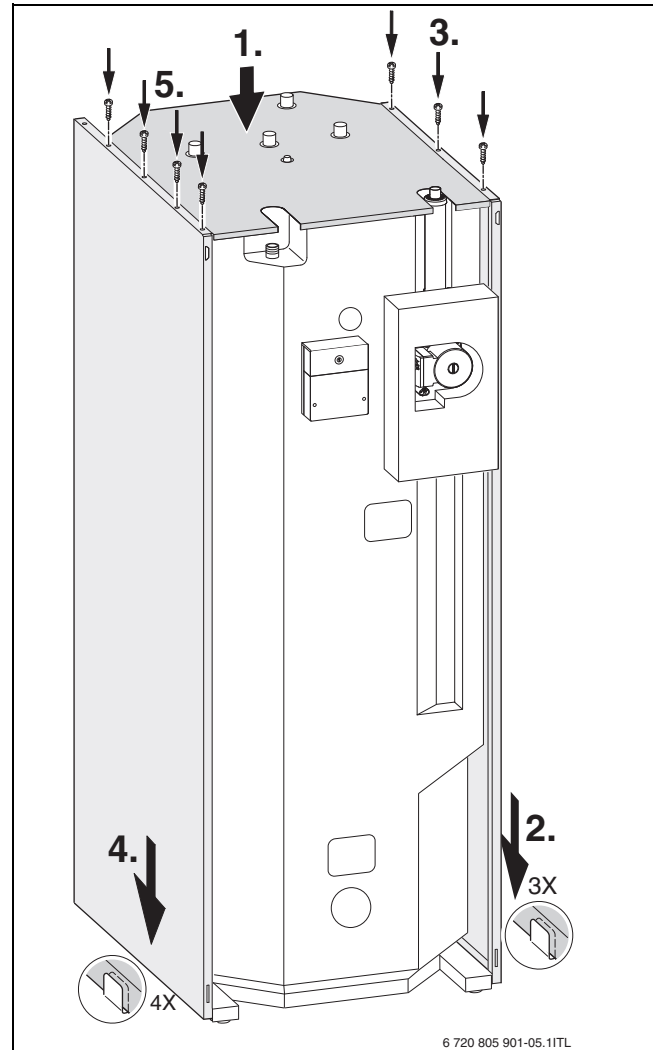

Fig. 9 Eksempel: Montering af sidedelene ved placering af bufferbeholderen **til venstre**
- ▶ Montér sidedelene som vist på fig. 9.